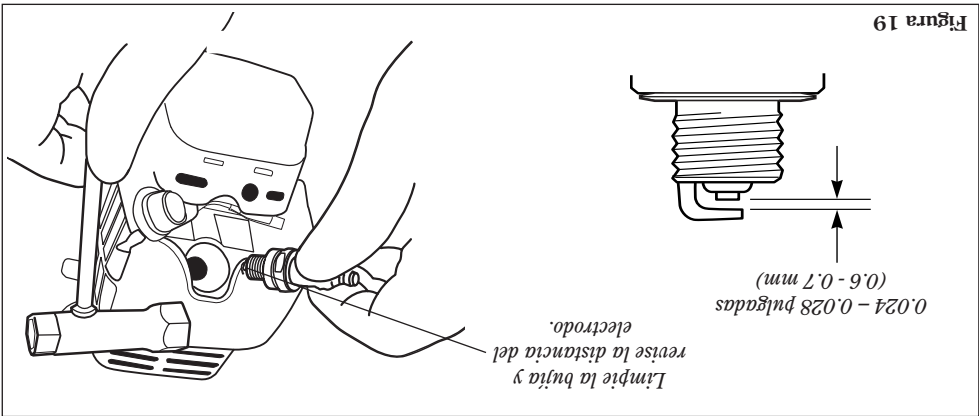

Figura 19
- Retire y limpie la bujía. Ajuste la distancia del electrodo a 0.024-0.028 pulgadas (0.6 -0.7 mm). Si la bujía necesita ser reemplazada, use solamente una bujía NGK BPMR6A o una bujía equivalente con resistencia al calor correcta. Consulte la figura 19.